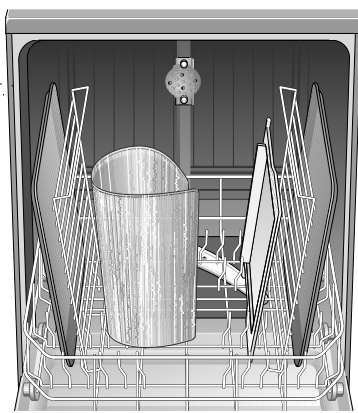

Figure 17/Illus. 17
- Place your extra tall item(s) in the lower rack as in Figure 17.
- Placer le(s) article(s) très grand(s) dans le panier inférieur comme à la figure 17.
- Cargue las piezas extra grandes en el estante inferior como muestra la Ilustración 17.